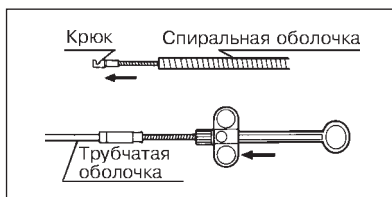

Рис. 8.
- (1) Подтяните подвижное соединение трубчатой оболочки в проксимальном направлении и убедитесь, что при этом спиральная (проволочная) оболочка выступает из просвета дистального конца трубчатой оболочки (см. рис. 8).
- (2) Максимально переместите ползунок в дистальном направлении (к зажимному кольцу) и убедитесь, что при этом крюк выступает из просвета дистального конца спиральной (проволочной) оболочки (см. рис. 8).